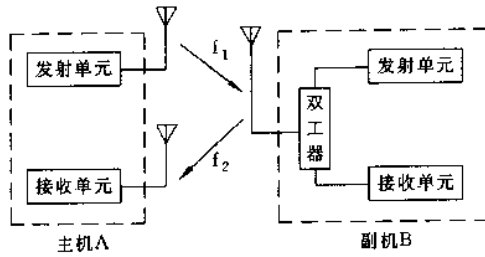

图 2-9
(1) 双工器又称为异频双工滤波器, 它的作用是使通信双方都能异频双工工作, 如图 2-9 所示, 即 A 方在发话的同时可以收到 B 方发出的话音, B 方在发话的同时也能收到 A 方发出的话音信号, 使用时与普通电话一样方便。